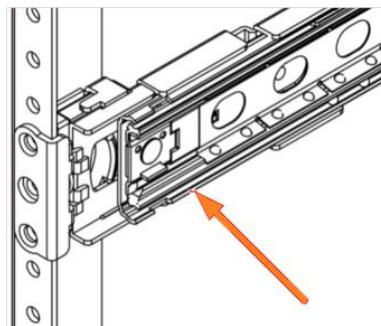

Рисунок 136 - Собранный передний кронштейн
- 4) Нажать на собранный передний кронштейн на стойке (см. Рисунок 136).